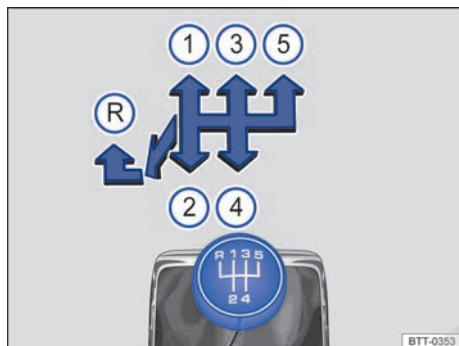

Fig. 97 Esquema de la transmisión manual de 5 marchas.
Las posiciones de cada marcha están representadas en la palanca de cambios → fig. 97.
- Empujar la palanca de cambios totalmente hacia la izquierda y después hacia adelante hasta la posición de la marcha atrás → fig. 97 (R).